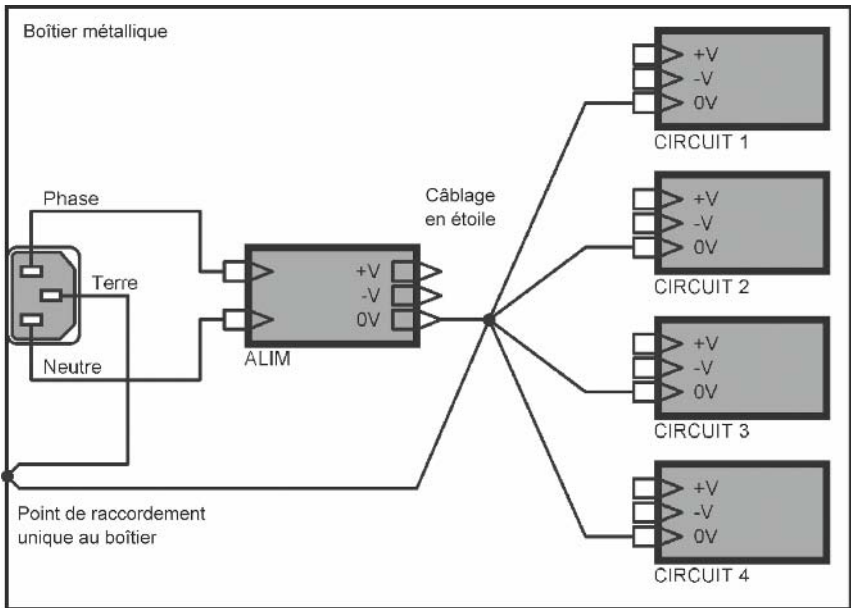

Figure 6.30
**Tentatoo** – La prise de terre de l'embase secteur femelle et le point unique de raccordement de masse des circuits doivent être reliés en un point du châssis, qui devra être localisé une fois tous les modules interconnectés. La **figure 6.30** met en pratique cette idée.